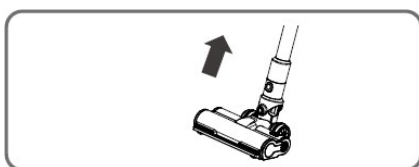

Figura 4
- Para quitar el cepillo, sosténgalo con una mano. Y presione el botón con la otra mano mientras tira del cepillo. (Figura 4)